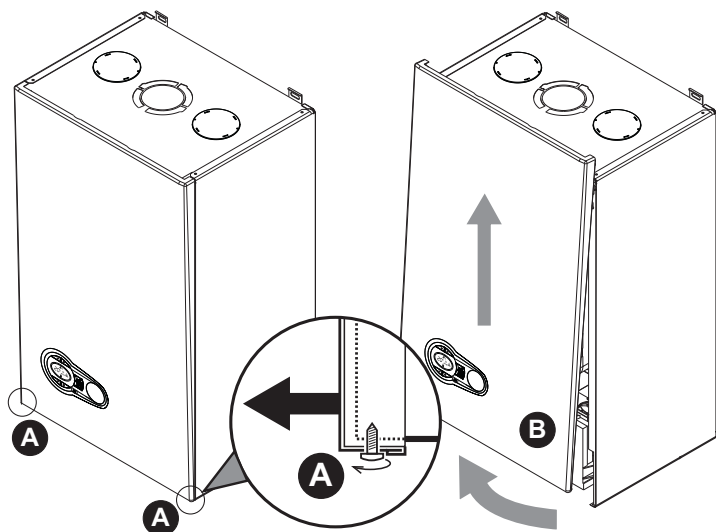

fig. 25 - Apertura del panel frontal
1. Desenroscar parcialmente los tornillos **A** (fig. 25).